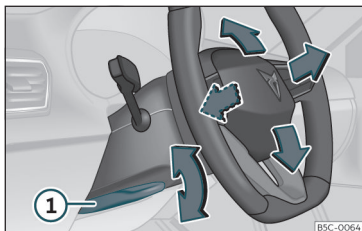

Fig. 8 Palanca en la parte inferior del lateral izquierdo de la columna de dirección.
- Tire de la palanca »» **fig. 8 1** hacia abajo, mueva el volante hasta la posición deseada y vuelva a subir la palanca hasta el punto de cierre.
- Tras ajustar la columna de la dirección, empuje firmemente la palanca »» **fig. 8 1** hacia arriba para que el volante no cambie de posición accidentalmente durante la marcha.